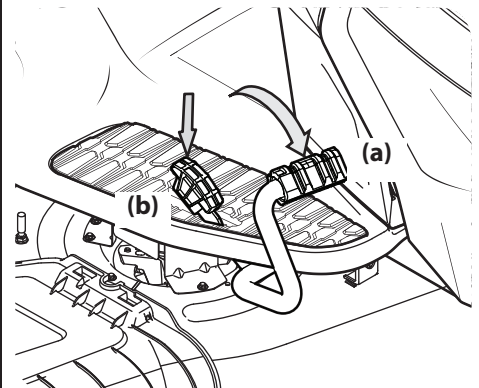

Figura 3-4
2. Para conducir hacia ADELANTE, presione lentamente el pedal de marcha adelante (a) hasta alcanzar la velocidad deseada. Vea la Figura 3-4.
3. Para conducir MARCHA ATRÁS, verifique que el área de atrás esté despejada; luego presione lentamente hacia adelante el pedal de marcha atrás (b) hasta alcanzar la velocidad deseada. Vea la Figura 3-4.